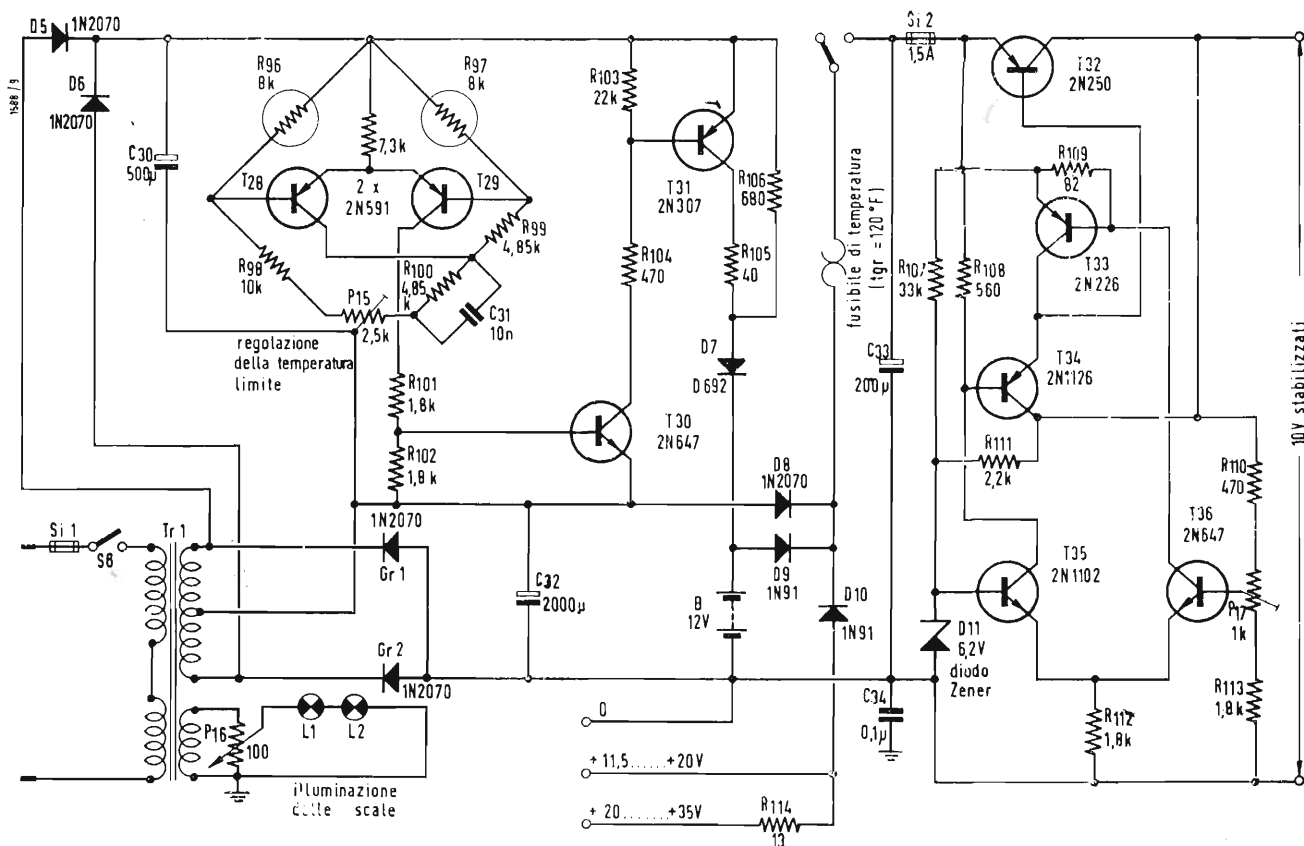

Fig. 7 - Alimentatore elettronicamente stabilizzato con dispositivo di carica.
La fig. 7 mostra il circuito dell'amplificatore orizzontale (X) con compensazione della temperatura. Entrambi gli stadi a ripetitore di emettitore, costituiti dai transistori  $T_{24}$  e  $T_{26}$  pilotano gli amplificatori finali (transistori  $T_{28}$  e  $T_{27}$ ). La tensione così raggiunta è di circa 30 V. Questa tensione non è tuttavia sufficiente per comandare a fondo le piastre X di deflessione orizzontale. Perciò le coppie delle piastre di deflessione sono state tra di loro scambiate e le piastre per l'asse dei tempi avvicinate al catodo. Con ciò si raggiunge una maggiore sensibilità in direzione orizzontale e precisamente una sensibilità di 1,5 V per divisione della scala con una larghezza di banda da 0 a 1 MHz. Con il commutatore S 5 può essere aumentato di cinque volte l'amplificazione e cioè la dilatazione secondo l'asse dei tempi.